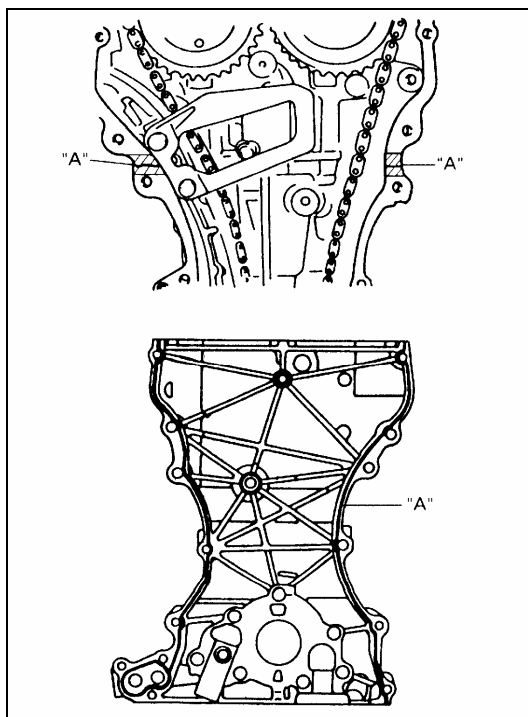

Рис. 4-33.
- 1). Нанести смазку в положении “А”, показанном на Рис. 4-33.